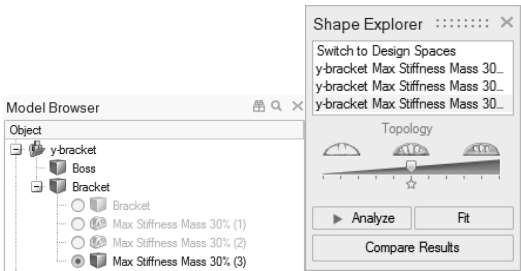

图 5-43
10) Load Case Y 和 Load Case Z 下的优化运行即作为其他备选显示在模型浏览器和形状探索器中，如图 5-43 所示。